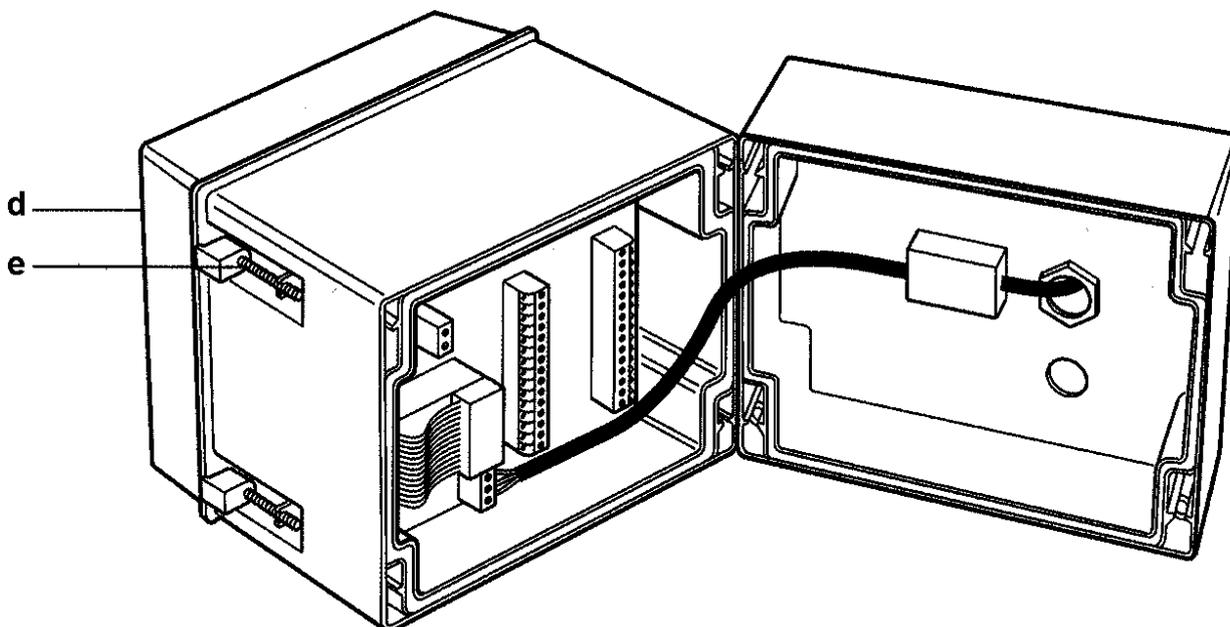

Fig. 6 Câblage principal - montage
4. Serrer les 4 vis 'd' (Fig. 6, page 8) accessibles à partir des orifices dans le panneau frontal. Le système de fixation 'e' se positionnera automatiquement (Fig. 6).